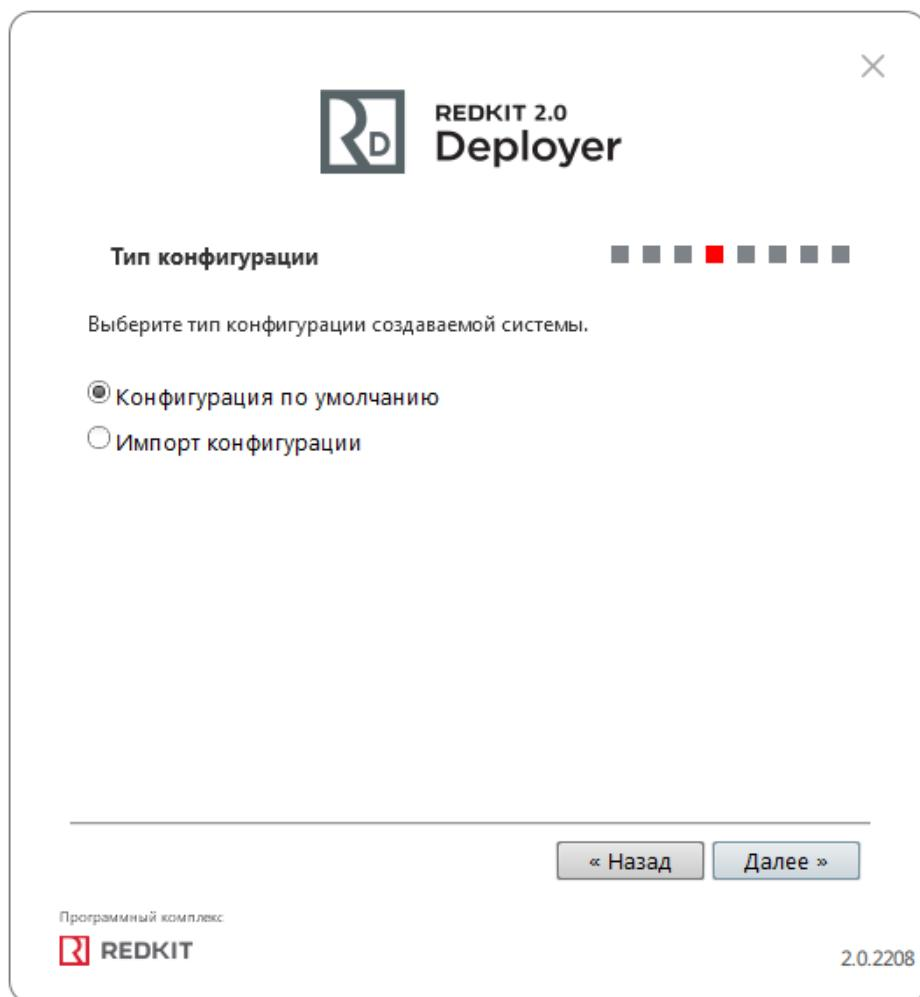

Рисунок 102 - Тип конфигурации
8. Выберите тип конфигурации Конфигурация по умолчанию и нажмите Далее (Рисунок 102).